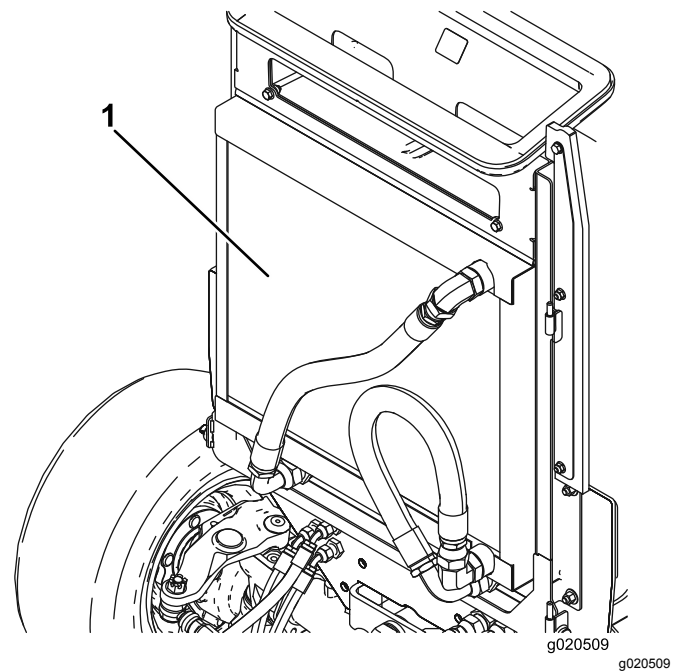

**Figure 45**
1. Déverrouillez et ouvrez la grille arrière (Figure 45). Nettoyez soigneusement la surface de la grille.